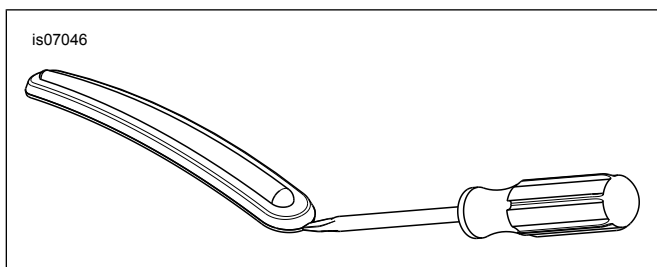

Figura 1. Neħħi l-Istrixxa tat-Trim tal-Fender
- b. Ara Figura 1. Daħħal il-ponta tat-tornavit bejn il-bezel tal-kromju u l-istrixxa tat-trimm tal-lastku.